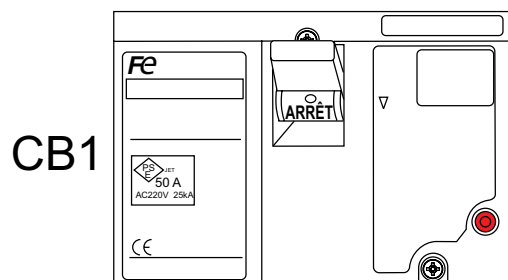

**Figure 69. Disjoncteur désactivé ARRÊT (test GFCI)**
- Vérifier également que l'interrupteur du disjoncteur principal (Figure 69) se met en position d' **ARRÊT**.